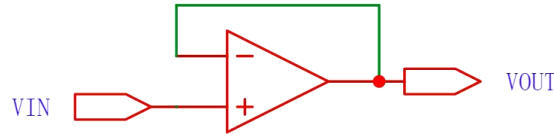

图 11：电压跟随器
**电压跟随器**（Voltage Follower）是运放最简单的应用电路，如图 11 所示，其输出电压  $V_{out} = V_{in}$ 。